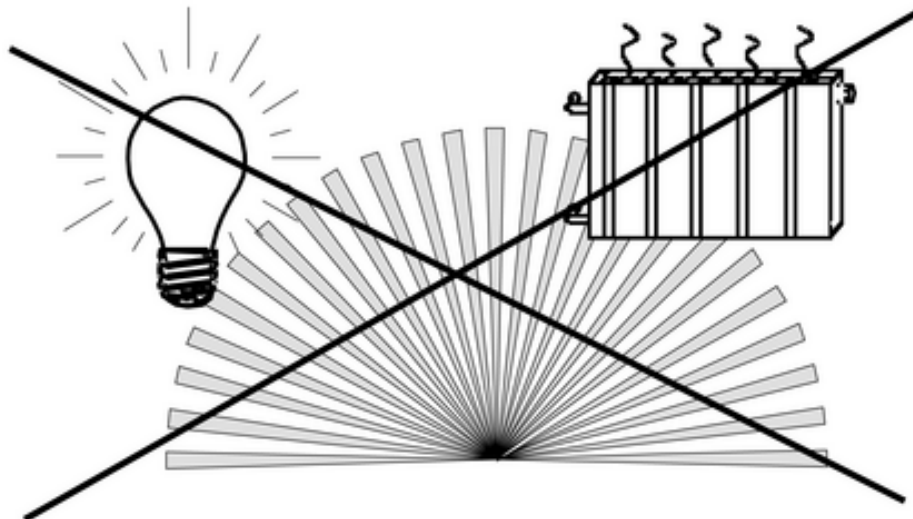

Bild 6
- Störquellen, z. B. Lampen oder Heizungen, im Erfassungsfeld ausschließen (Bild 6): günstigsten Montageort wählen bzw. Aufsteckblende verwenden (siehe Erfassungsbereich einschränken).